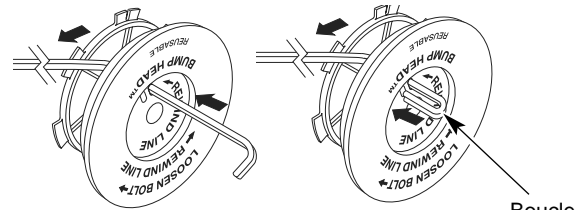

Fig. 37
- Tome aproximadamente 3 m (10 pies) de nueva línea de corte. Inserte un extremo de la línea a través de uno de los orificios del carrete interior (Fig. 37). Pase la línea a través del carrete interior hasta que queden sólo 4 pulgadas fuera.
- Inserte el extremo de la línea en el orificio abierto del carrete interior y tire de la línea en forma ajustada a fin de que el lazo sea lo más pequeño posible (Fig. 37).